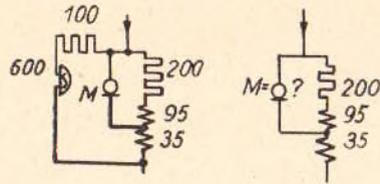

Bild 65.
3. Im Bild 65 (S. 113) ist links zur „1. Rechnung“ der Anschluß des 600  $\Omega$ -Weckers geändert worden.